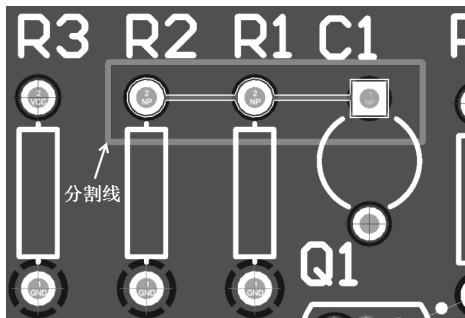

图 15-7 绘制封闭矩形
(1) 首先将工作板层切换到 Ground 平面层。
(2) 执行菜单命令 Place » Line 或者单击 Utility Tools 子工具栏上的  按钮，进入绘制直线状态，本例中需要绘制一个将三个焊盘完全包含在内的封闭矩形。
(3) 单击鼠标左键，确定矩形第一个顶点，然后移动光标，拉出矩形一条边，到合适位置再次单击鼠标左键，确定矩形第二个顶点，照此操作，最终绘制完成一个闭合的矩形，如图 15-7 所示。